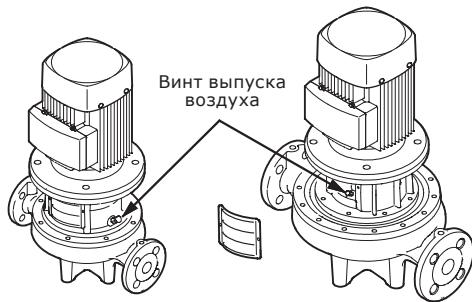

Рис. 16 Винт выпуска воздуха
1. Закрыть запорный клапан на стороне нагнетания насоса и открыть винт выпуска воздуха в промежуточном корпусе насоса, как показано на рис. 16.
2. Отвернуть винт выпуска воздуха, как показано на рис. 16.
3. При пуске из насоса нужно удалить воздух, вывинтив для этого расположенный в промежуточном корпусе насоса винт выпуска воздуха до тех пор, пока из отверстия для выпуска воздуха не потечет рабочая жидкость, как показано на рис. 16.